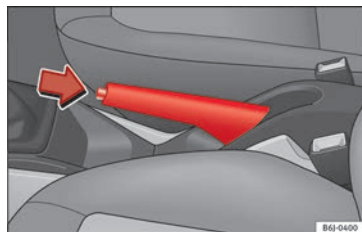

Fig. 157 Freno de mano entre los asientos delanteros.
– Tire con fuerza de la palanca del freno de mano hacia arriba » fig. 157.
– Tire ligeramente de la palanca hacia arriba, presione el botón de desbloqueo en la dirección de la flecha » fig. 157 y baje completamente la palanca » .